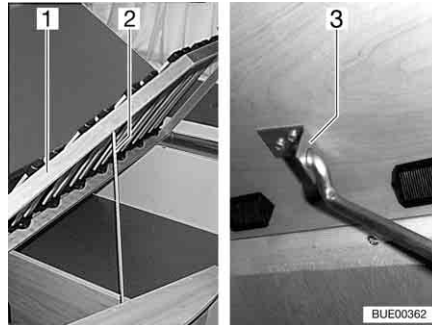

Bild 64 Fast säng
- Lyft ribbotten (Bild 64,1), lossa stången (Bild 64,2) ur fästet och stick in den i hållarens hål (Bild 64,3).
- Lyft ribbotten (Bild 64,1), lossa stången (Bild 64,2) ur hållaren (Bild 64,3) och stick in den i fästet.